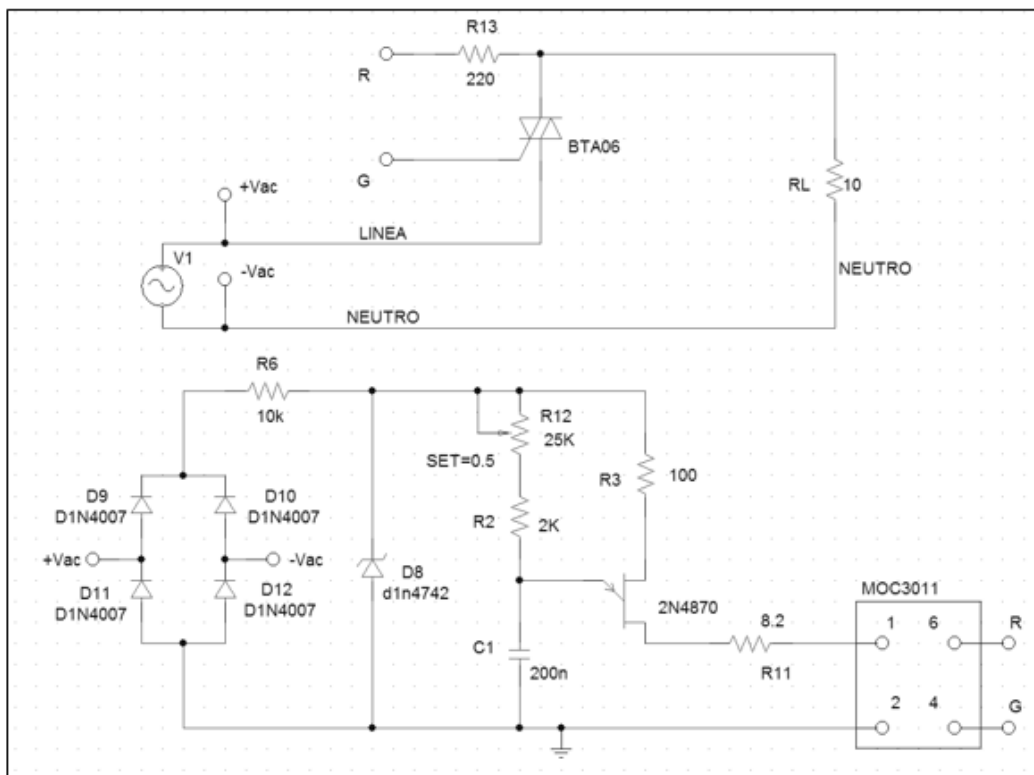

Figura 2
4. Explique en 5 líneas el funcionamiento del circuito de la figura 2.